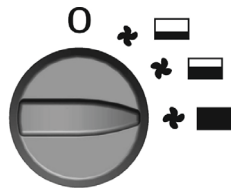

FIG. 3
- **Fig. 3** - Maks. kapasitet